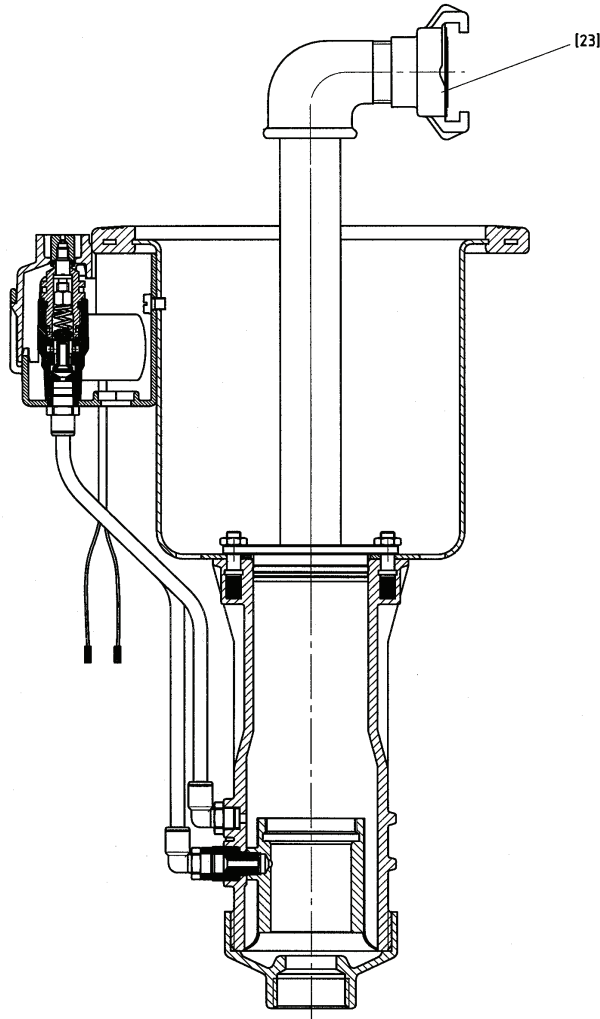

Bild 4
- ☆ Hierzu Spüleinsatz [23] in Regnergehäuse einbauen (siehe Bild 4) und Wasserzufuhr öffnen. Schlauch am Spüleinsatz anschließen, damit Wasser abgeleitet werden kann.